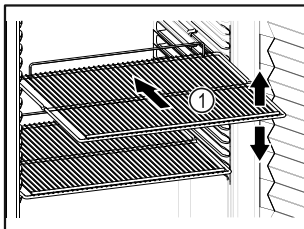

Fig. 59 Exempel
- ❑ Om gallren Fig. 59 (1) kan flyttas om ska de anpassas på höjden.